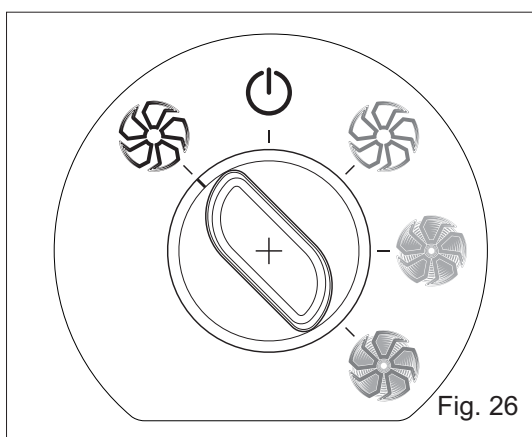

Fig. 26
- Posizionare la manopola come indicato in Fig. 26.